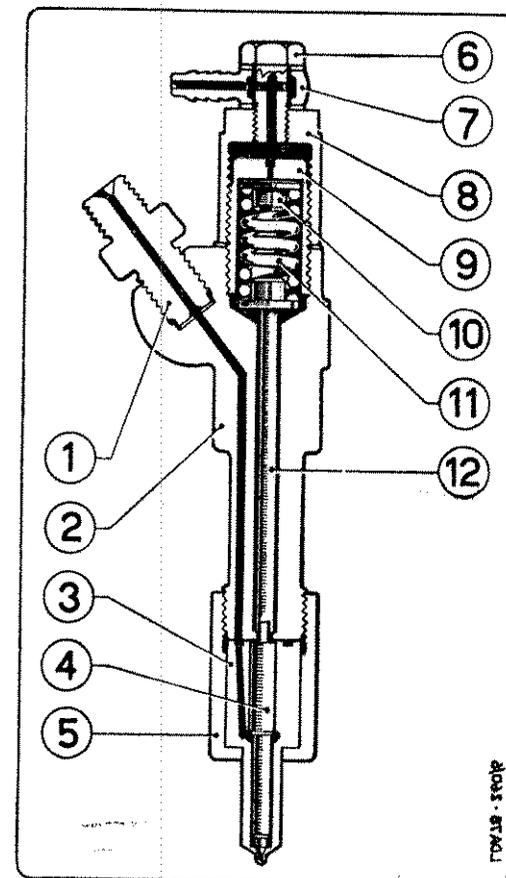

Fig. 2 - SEZIONE DEL POLVERIZZATORE CON PORTA-POLVERIZZATORE DEL COMBUSTIBILE
B) **Polverizzatore e porta-polverizzatore.** — Il polverizzatore è del tipo a fori multipli; è bloccato sul porta-polverizzatore mediante una ghiera. Gli elementi del complesso si possono rilevare dalla fig. 2 a pag. 7. Il polverizzatore ha i fori disposti in modo asimmetrico e pertanto, nel rimontarlo sul porta-polverizzatore, occorre fare attenzione a far coincidere i grani di riferimento disposti su quest'ultimo; tali grani sono sistemati in modo che il polverizzatore possa essere correttamente montato in una sola prestabilita posizione.